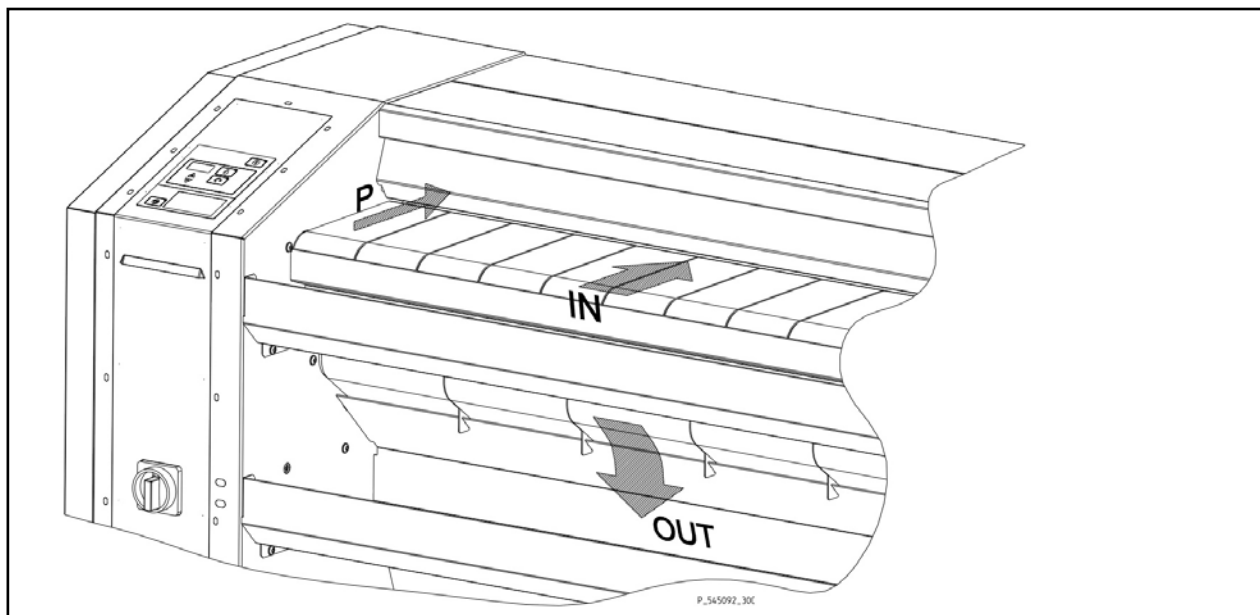

figura 5.5.
- Tras el cumplimiento de las condiciones del planchado introduzca la ropa en la mesa de entrada (dirección “IN” en la figura 5.5.), de acuerdo a las recomendaciones generales de los capítulos:
- La ropa seca y planchada regresa al canal de salida, en el sentido “OUT” en la figura 5.5. Tiene que ir recogiendo la ropa y puede doblarla enseguida.
- El listón de seguridad, figura 5.5., es equipo de seguridad que durante la introducción de la ropa en la mesa de entrada protege los dedos del operador contra la penetración en la zona peligrosa de la máquina.
- Figura 5.5. – mesa de entrada con el listón de seguridad, canal de salida.